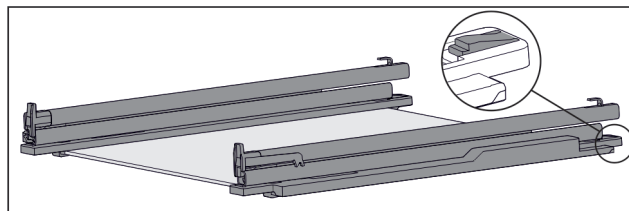

Fig. 99 Стеклаянная пластина с направляющими и крепежными элементами
- ▶ Крепежный элемент сзади прижмите вниз (см. Fig. 99) и одновременно отодвиньте направляющую назад.